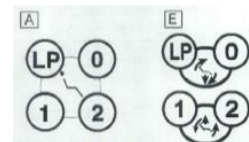

Рис. 3-8
(6) Переключатели автоматического режима управления креслом (Рис. 3-8) **A E**